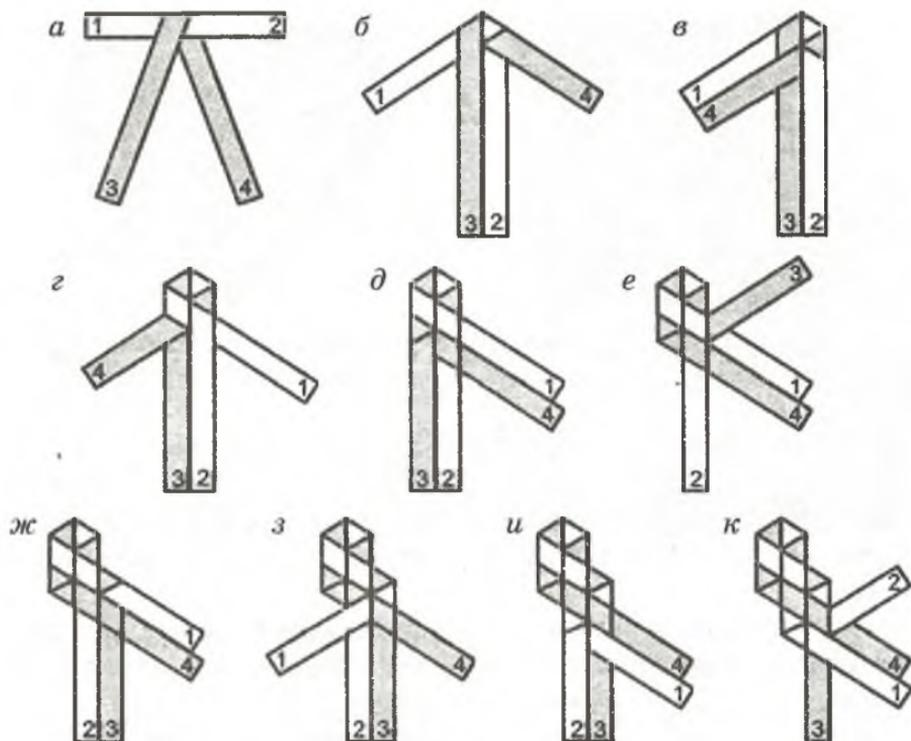

Рис. 29. Схема последовательности плетения «зубатки» из четырех соломок
8. Поэтапная последовательность выполнения плетенки «зубатка» из четырех соломок (рис. 29):
- вначале берут две соломки и, перегнув одну через другую, получают четыре рабочих конца (рис. 29, а);
- соломку 2 перегибают за соломку 4 и укладывают рядом с соломкой 3 (рис. 29, б);
- соломку 4 перегибают от себя, пропустив под соломку 2, и укладывают поверх соломки 3 рядом с соломкой 1 (рис. 29, в);
- соломку 1 перегибают к себе и укладывают поверх соломок 4, 3 под соломку 2 (рис. 29, г);
- соломку 4 от себя укладывают под соломку 3 поверх соломки 2 рядом с соломкой 1 (рис. 29, д);
- соломку 3 укладывают от себя за соломку 4, пропустив под соломки 2, 4 и поверх соломки 1 (рис. 29, е). Здесь получается первый зубчик;
- соломку 3 перегибают через соломку 1 и укладывают поверх соломки 4 рядом с соломкой 2 (рис. 29, ж);
- соломку 1 перегибают от себя за соломку 3 и, пропустив под соломки 4, 3, укладывают поверх соломки 2 (рис. 29, з). Так получают второй зубчик;